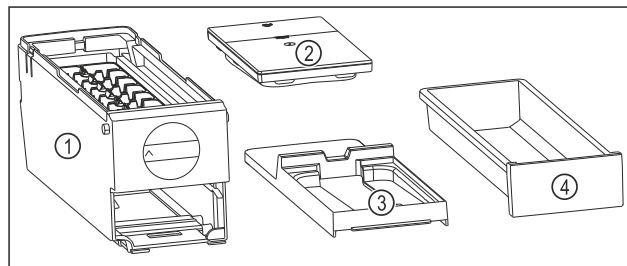

Fig. 107 Součásti EasyTwist-Ice
- EasyTwist-Ice je rozebrán na čtyři části. (viz Fig. 107)
- EasyTwist-Ice rozebírejte pouze na zobrazené součásti. (viz Fig. 107)
- Korpus EasyTwist-Ice Fig. 107 (1) vyčistěte jako celek.